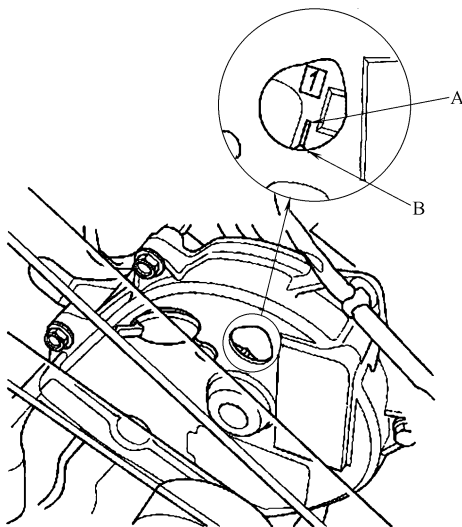

图 23-22 上止点标记 A 与指针 B 对齐
- 2) 检查凸轮轴带轮上的 1 缸上止点标记 A 是否与正时带前罩上的指针 B 对齐 (图 23-22)。